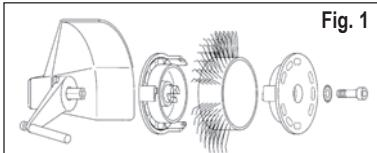
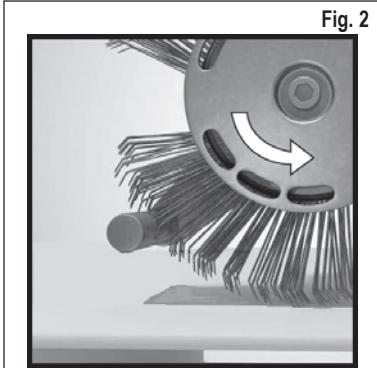

Fig. 1
Fig. 2
3. Interrompa a alimentação de ar comprimido e fixe a cinta **MBX® Bristle Blaster®** 23 mm ou 11 mm correctamente com o sistema de alojamento correspondente (observe o sentido de operação) no disco de leque previsto e no parafuso na ferramenta. Vide a Fig. 1 e a Fig. 2
- Está a utilizar uma cinta **MBX®** no sentido de operação errado? - Ajuste a cinta de escova, de maneira que opere no sentido correcto (vide o capítulo 7, Colocação em funcionamento, Fig. 2).